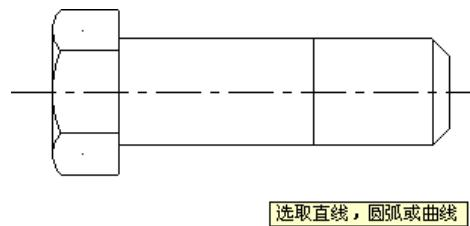

图 3-54 螺钉图形
- 01 在主菜单中选择“绘图” | “直线” | “绘制垂直正交线”命令，或单击“基本绘图”工具栏中的“绘制任意线”按钮 + 右边的三角下拉按钮，在弹出的下级菜单中单击“绘制垂直正交线”按钮 L+ ，系统提示“选取直线、圆弧或曲线”，如图 3-54 所示。